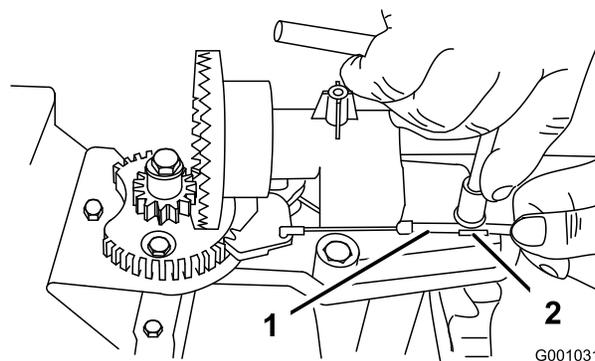
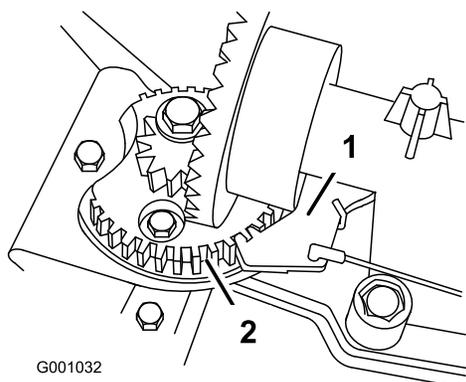

Figure 43
Figure 44
2. Desserrez le boulon du serre-câble (Figure 43).
3. Saisissez la gaine du câble et déplacez-la vers l'avant de la machine jusqu'à ce que le cliquet de verrouillage de l'éjecteur s'engage complètement dans les dents du secteur (Figure 43 et Figure 44).
**Remarque:** Le cliquet est rappelé par ressort et s'engage naturellement dans les dents du secteur (Figure 44).